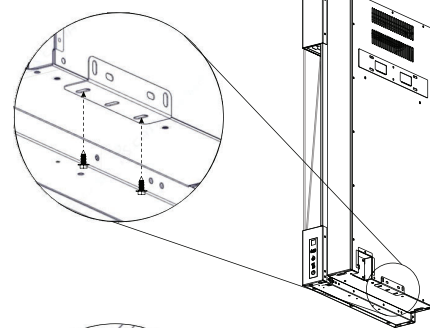

Fig. 2
9. Fixez l'appareil au support inférieur à l'aide des vis précédemment retirées à l'étape 3 (**Fig. 2**).